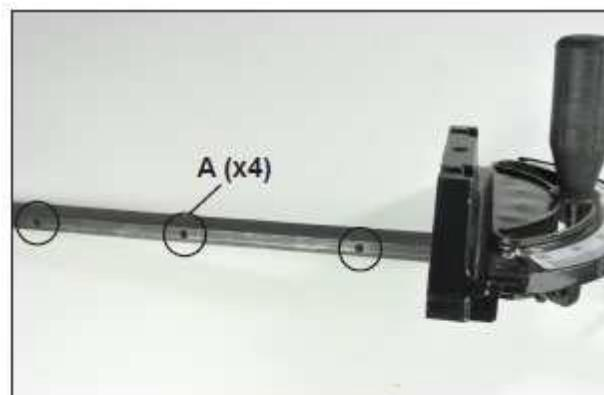

Рис. 38
**ПРИМЕЧАНИЕ:** если направляющая будет свободна в пазу, произвести регулировку четырьмя винтами с шестигранным шлицем, расположенными сбоку направляющей (рис. 38, А), так чтобы уплотнить посадку в пазу.